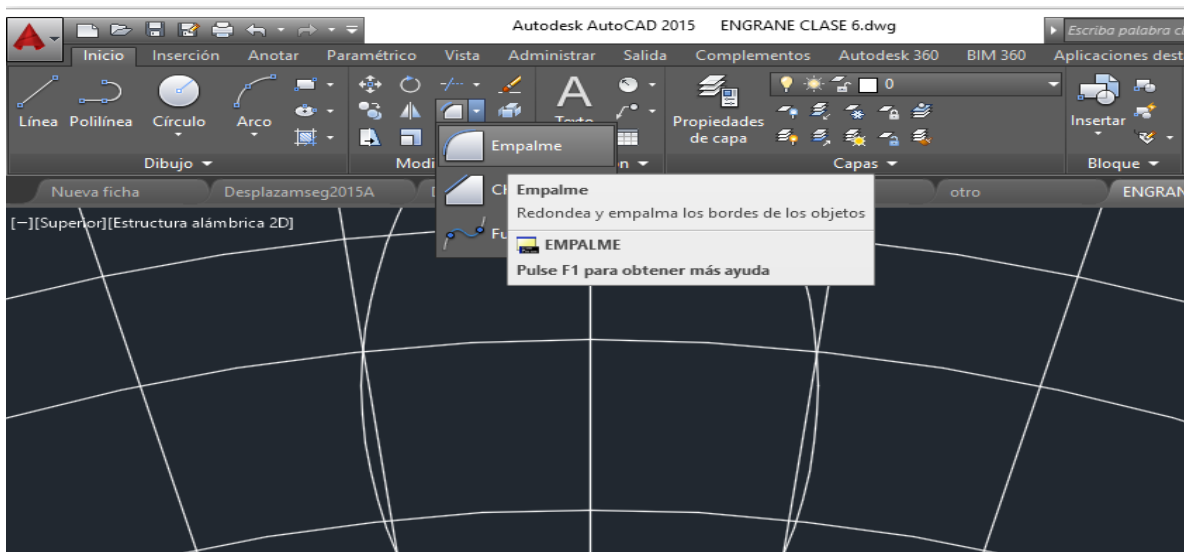

Figura 4.
7.- Usar el comando empalme para dibujar el radio de 3.175(mm) en la base del diente, ver figura 4.